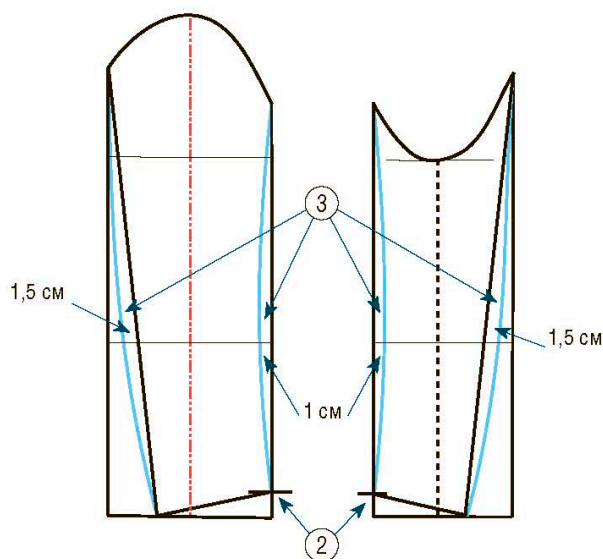

Рис. 4
Затем, начиная от этой метки, начертите прямую линию до горизонтальной линии нижней части рукава. Длина этой линии соответствует ширине нижней части рукава: на лицевой части – $1/3$ плюс 1 см, на изнаночной – $2/3$ минус 1 см. Например, если ширина нижней части рукава – 32 см, то длина линии изнаночной части: $(32 : 3) + 1 = 10,7 + 1 = 11,7$ см. А лицевой части: $[(32 : 3) \times 2] - 1 = 21,4 - 1 = 20,4$ см. Затем прямыми линиями соедините крайние точки в верхней части рукава (черные линии на рис. 4).
③ Чтобы придать рукаву изогнутую форму, нужно округлить прямые линии спинки, а линии полочки сделать вогнутыми. Для этого на высоте локтя отложите мерки, обозначенные на рис. 4, а затем при помощи чертежного лекала или рулетки перенесите контуры лицевой и изнаночной частей рукава изогнутыми линиями (отмечены голубым на рис. 4).